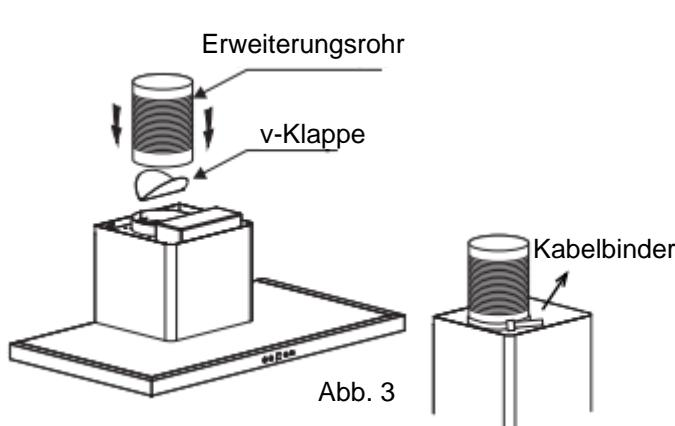

Abb. 3
4. Befestigen Sie die Außenschornsteinhalterung am Außenschornstein und stellen Sie sicher, dass der Innenschornstein frei in der Höhe verstellt werden kann, und befestigen Sie das Expansionsrohr. Installieren Sie anschließend das Erweiterungsrohr und den Schornstein an der Dunstabzugshaube. Befestigen Sie das Erweiterungsrohr mit einem Kabelbinder am Auslass. Siehe Abb. 3/Abb. 4.